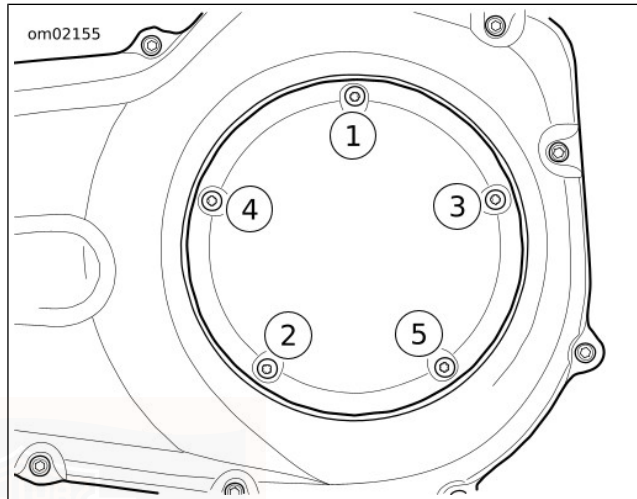

Figure 71. Séquence de serrage de couvercle d'embrayage
- c. Fixer le couvercle d'inspection de l'embrayage (2) avec les vis et les rondelles captives (3).
- d. Voir Figure 71. Serrer dans l'ordre indiqué à un couple de 9,5–12,2 N·m (84–108 in-lbs).